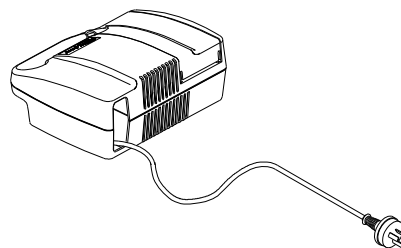

ABB. 3 - NETZKABEL
7. Netzkabel aus dem Kabelfach auf der Rückseite des Geräts nehmen (**Abb. 3**).